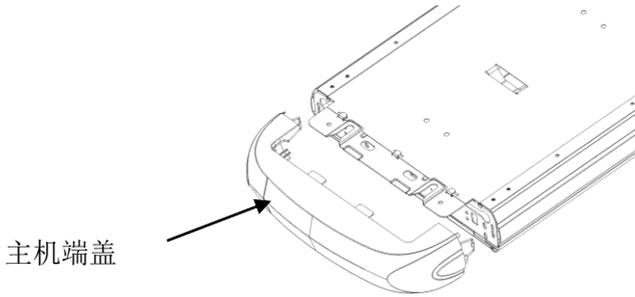
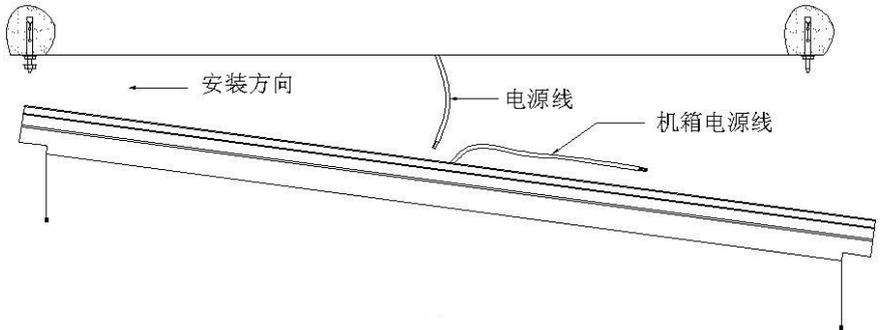

图 6
图 7
5、拆下两端的主机端盖，如图 6 所示。然后小心托起主机，将主机一端插在两个膨胀螺丝的垫片上，接着托起另一端把垫片及螺母装上锁紧，然后把第一端的螺母拧紧，如图 7 所示。